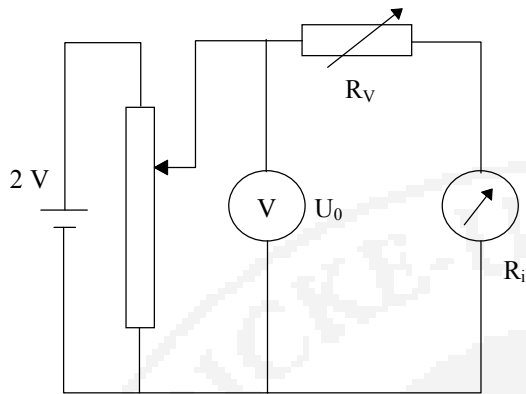

Bild 1: Messung des Innenwiderstands  $R_i$  und der Stromkonstante
- 3.1 Innenwiderstand  $R_i$ , Stromempfindlichkeit  $E$  (z. B. in Skalenteilen/mA) und Stromkonstante  $C = 1/E$  (z. B. in mA/Skalenteil) werden gemeinsam in der Schaltung nach Bild 1 durch Messung des Zeigerausschlags  $A$  in Abhängigkeit von der Größe des Vorwiderstands  $R_V$  bei konstanter Speisespannung  $U_0 \leq 2 \text{ V}$  bestimmt. Letztere wird dem DC-Netzgerät über Spannungsteiler entnommen und ist erforderlichenfalls nachzuregeln. **Die Maximalspannung von 2 V darf auch bei allen anderen Versuchsteilen (außer Aufgabe 1.5) nicht überschritten werden.**
- 3.3 Zur Bestimmung des Innenwiderstands des Digitalmultimeters wird dieses in der Schaltung nach Bild 1 an die Stelle des Drehspulinstruments gebracht. Mittels Spannungsteiler und  $R_v$  wird der Strom eingeregelt, der Spannungsabfall am Multimeter wird mit einem gleichartigen Gerät gemessen.